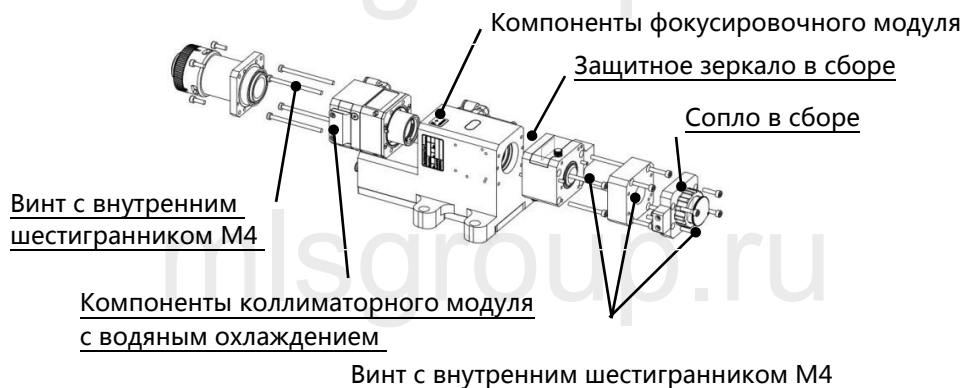

Рисунок 6.7 - Снятие линзы
- Разместите лазерную головку горизонтально. Открутите стопорные винты снизу вверх, как показано на рис. 6.7;